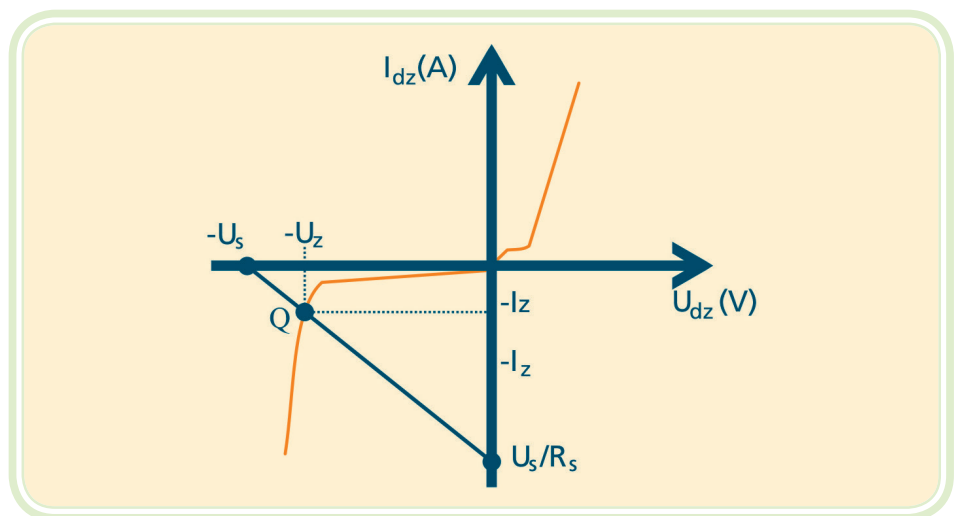

Figura 5.7: Reta de carga do diodo zener
a) Diodo zener ideal – o diodo zener ideal comporta-se como uma chave fechada para tensões positivas ou tensões negativas menores que $-U_z$. Ele se comportará como uma chave aberta para tensões negativas entre zero e $-U_z$, conforme representado na sua curva característica da Figura 5.7.